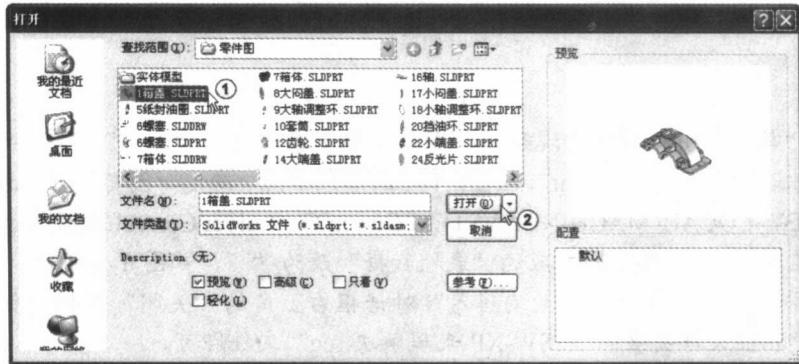
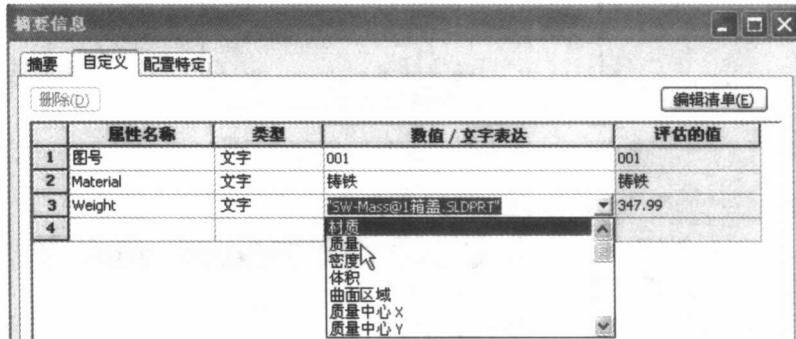

图 1-1 “打开”对话框
图 1-2 “摘要信息”对话框
(1) 单击菜单“文件”→“打开”，在弹出的“打开”对话框中找到光盘中相应文件夹里的“1 箱盖.SLDPRT”文件，如图 1-1 所示，单击“打开”图标按钮 。
(2) 单击菜单“文件”→“属性”，弹出“摘要信息”对话框，单击“摘要”选项卡，在“作者”栏中填写“江郦”。单击“自定义”选项卡，在“属性名称”栏中输入“图号”，在“类型”栏中输入“文字”，在“数值/文字表达”栏中输入“001”，在“评估的值”栏中自动获得“001”，第一栏处理完毕。
(3) 开始第二栏的操作，在“属性名称”栏中选择“Material”，在“类型”栏中输入“文字”，在“数值/文字表达”栏中输入“铸铁”，在“评估的值”栏中自动获得“铸铁”，第二栏处理完毕。
(4) 开始第三栏的操作，在“属性名称”栏中选择“Weight”，在“类型”栏中输入“文字”，在“数值/文字表达”栏中选择“质量”，在“评估的值”栏中自动获得“347.99”，第三栏处理完毕。如图 1-2 所示，单击“确定”图标按钮 ，关闭对话框。